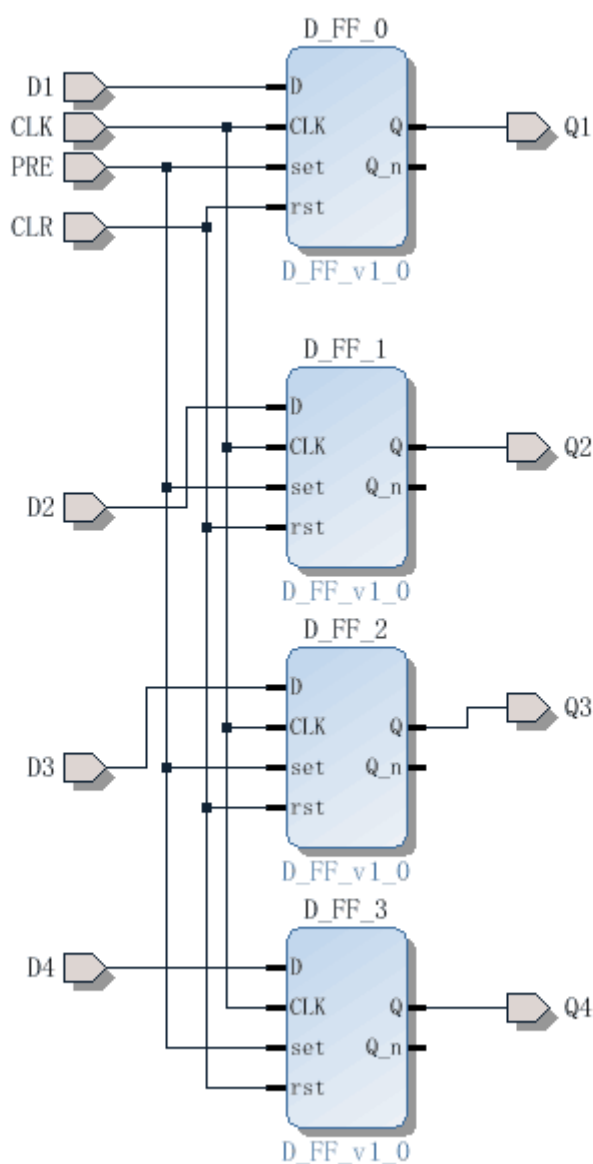

图 7-2 4 位并行输入并行输出的寄存器 BD 设计图
- (1) 分析输入、输出；根据方程和 IP 核库判断需要使用的门电路以及个数。
- (2) 按照第二章模块化设计流程新建工程，并且导入正确的 IP 核，准备新建 BlockDesign 文件。
- (3) 参考图 7-2，在导入的 IP 核中选择 D 触发器进行 BlockDesign 设计，并且加入清零和置位功能接口，清零端和置位端都是低有效。
- （10） 参考图 7-2，在导入的 IP 核中选择 JK_FF 和 lab_clk 进行 BlockDesign 设计。